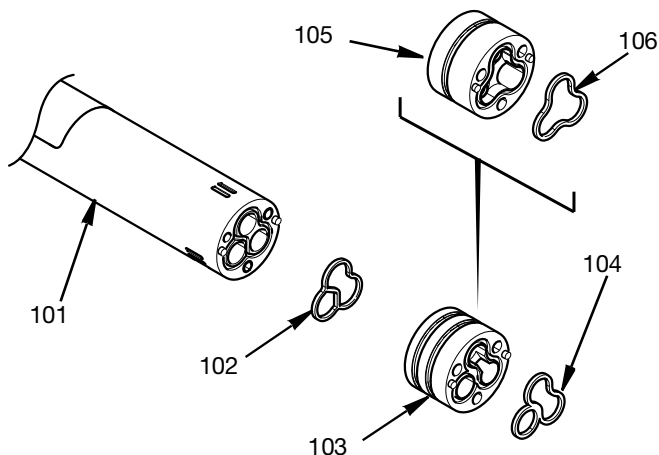

FIG. 28
8. Inserir uma nova junta do adaptador (102) na ranhura da face do corpo central (101). Empurrar o adaptador apropriado (103/105) para o corpo central enquanto alinha os orifícios dos pinos do adaptador com os pinos de localização. Colocar uma nova junta (104) para dois adaptadores de material (103) ou junta (106) para um adaptador de material (105). Consulte a FIG. 28.